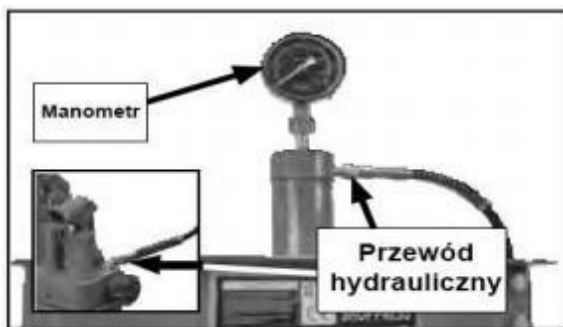

Fig. 5
7. Conectați cablul la partea superioară a servomotorului și a rezervorului (Fig. 5).
8. Montați garniturile în partea inferioară a manometrului, apoi montați manometrul în partea de sus a cilindrului (Fig. 5).